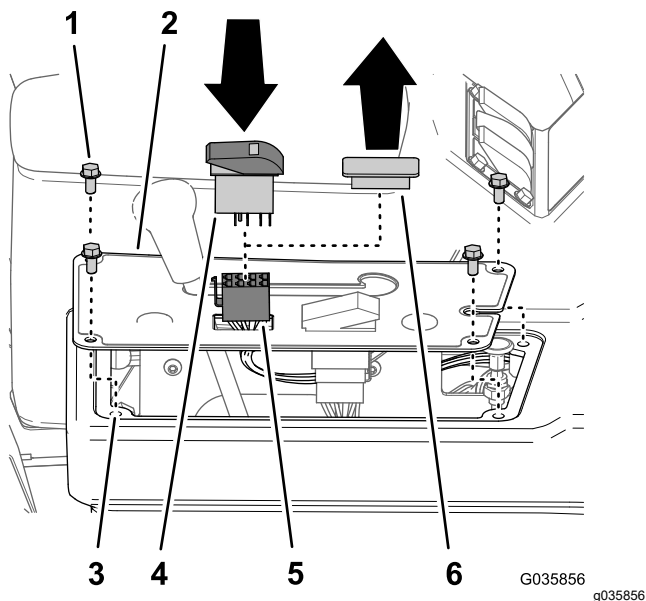

Figura 33
- Se instalados, retire os quatro parafusos de cabeça flangeada (¼ pol. x ½ pol.) que prendem a cobertura do painel à parte superior da consola, como se mostra na Figura 33.
- Retire a tomada do interruptor da cobertura do painel da consola (Figura 33).
- Ligue o conector de 8 tomadas do kit de acabamento Ultra Sonic Boom através da abertura na cobertura do painel (Figura 33).
- Ligue o conector de 8 tomadas do kit de acabamento Ultra Sonic Boom identificado SONIC MODE MANUAL VS. AUTO (modo Sonic manual vs. auto) ao interruptor oscilador (Figura 33).
- Insira o interruptor oscilador na abertura do painel até o interruptor ficar bem preso (Figura 33).
- Alinhe os orifícios na cobertura do painel com os orifícios na parte superior da consola (Figura 33).
- Instale o painel na consola com os 4 parafusos (Figura 33) que removeu no passo 1.